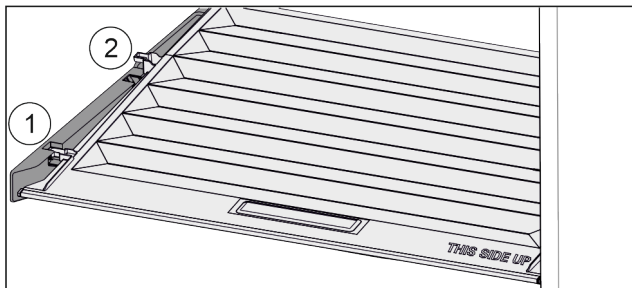

Fig. 38
- ▶ Издърпайте напред Fig. 38 (1) капака до отвора в задържащите части.
- ▶ Повдигнете го отзад отдолу и отстранете Fig. 38 (2) нагоре.